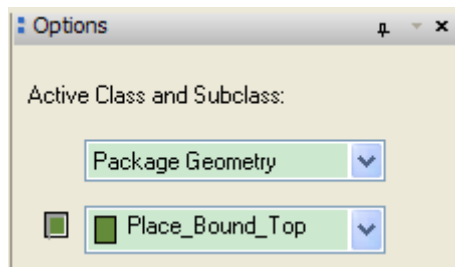

图 2.19 添加元件实体层
- 添加元件实体宽度层。点击工具栏的图标，或者选择 Shape->Rectangular。Options 窗口中选择如图 2.19 所示。在命令状态栏中输入：x -4 5 回车，再输入：x 4 -5 回车。右键选择 Done。